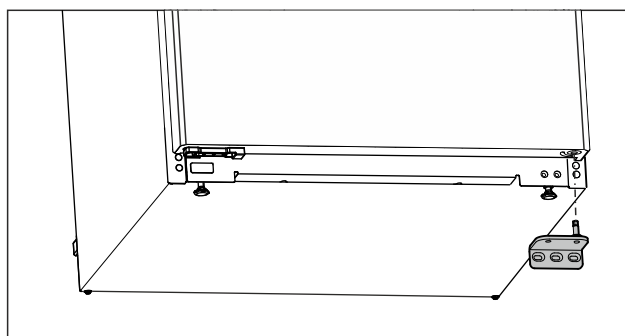

Fig. 15
- ▶ Retirer le support de palier vers le bas. (voir Fig. 15)